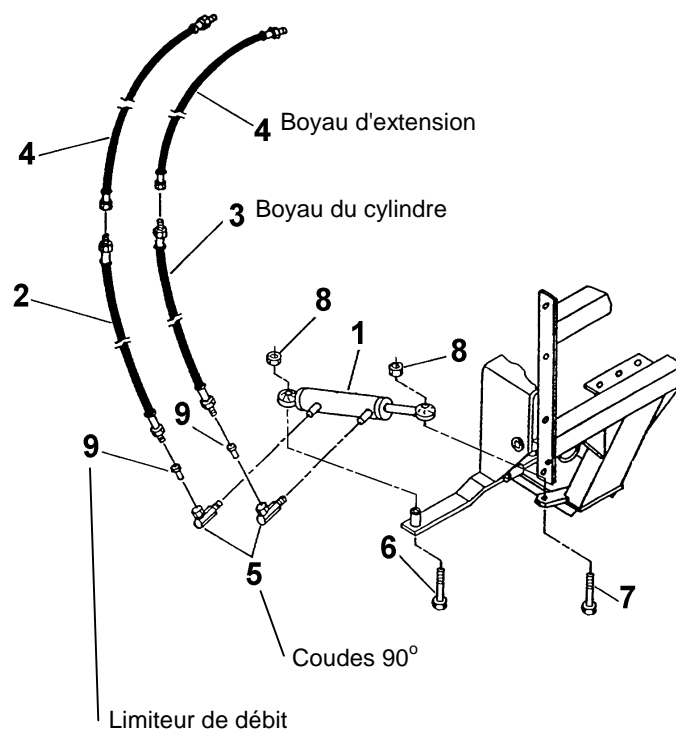

Figure 9
2. Avec les entrées de cylindre face à vous, installez le bout de la base du cylindre sur le bras du pivot. Fixez par en dessous avec un boulon à carrosserie 5/8"NC x 3 1/2" et un écrou à bout évasé 5/8"NC. (fig.9, items 6-8).
3. Installez le bout de la tige du cylindre sur la barre d'attache du 3 points. Fixez avec un boulon hex. 5/8"NC x 2 1/2" et un écrou à bout évasé 5/8"NC (fig.9, items 7-8).
4. En utilisant du scellant à filet, installez deux coudes 90° (fig.9, item 5) dans les entrées de cylindre. Ajustez les coudes à un angle approprié pour permettre le passage des boyaux sous le ressort de tension du balai (environ 2:00 hre).
5. En utilisant du scellant à filet, installez un limiteur de débit (fig.9, item 9) dans les coudes 90° et connectez le boyau 3/8" x 47" (fig.9, item 3) dans le coude de la base du cylindre et l'autre boyau 3/8" x 42" (fig.9, item 2) dans l'autre coude du cylindre.
6. Connectez l'autre bout des 2 boyaux du cylindre aux boyaux d'extension (fig.9, item 4):